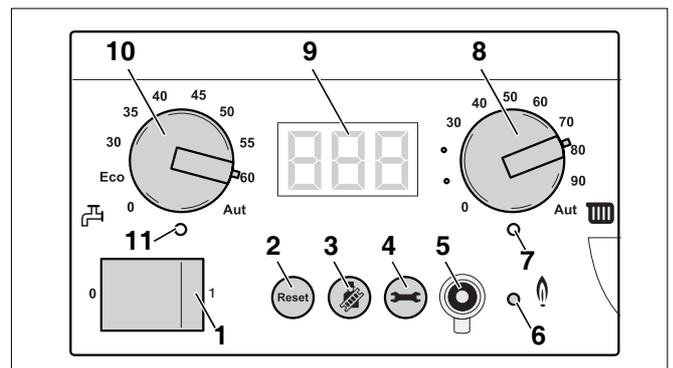

Fig. 72 Regolatore di base BC10
- Disattivare l'impianto di riscaldamento agendo sull'interruttore generale del regolatore di base BC10 (fig. 72, **pos. 1**).
- Attivare l'impianto di riscaldamento agendo sull'interruttore generale del regolatore di base BC10 (fig. 72, **pos. 1**).
- Dopo l'accensione del LED "Bruciatore" (fig. 72, **pos. 6**) attendere un minuto, finché la caldaia funzioni a carico parziale.
- Mantenere premuto il tasto "Spazzacamino" (fig. 72, **pos. 3**) (per circa due secondi), finché sia visualizzato il punto nella parte inferiore destra del display (fig. 72, **pos. 9**). Vedi tabella 9, „Prova di combustione“, pag. 39.